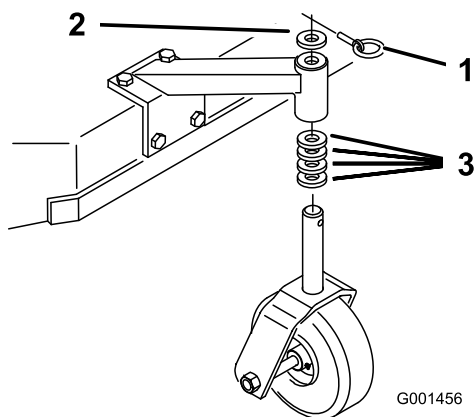

Figure 17
1. En vous reportant au Tableau de hauteur de coupe, ajustez les entretoises des roues pivotantes en fonction du trou de réglage de l'essieu sélectionné (Figure 17).
2. Retirez la goupille de verrouillage, sortez la roue pivotante de son support et changez les entretoises (Figure 17).
3. Mettez la roue pivotante en place dans le support et insérez la goupille de verrouillage (Figure 17).